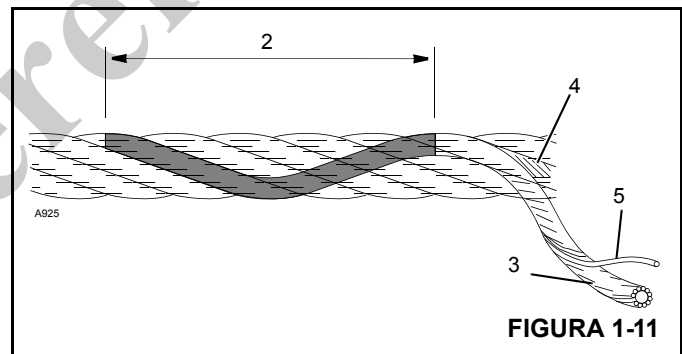

FIGURA 1-11
13. Al buscar alambres rotos (5) Figura 1-11, alivie el cable, muévalo hacia afuera de los “puntos de recogida” y dóblelo lo más que se pueda. Utilice un punzón afilado para separar los alambres y trenzas, levantando todos los alambres que parezcan estar sueltos o que se muevan excesivamente. Los defectos del cable hacen referencia a la “longitud de sesgo” (2), que es la distancia medida a lo largo del cable en donde una trenza (3) logra una revolución completa alrededor del núcleo (4).